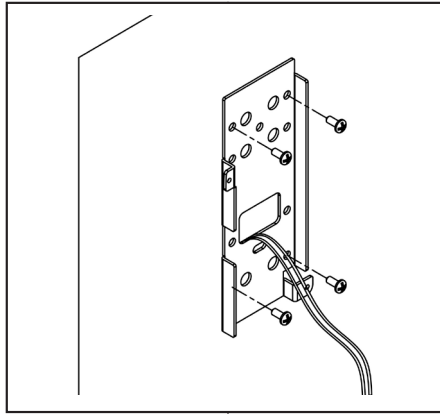

Fig. 4
- Fissare l'unità rilevatore ad innesto (vedi fig. 6) sulla staffa ed avvitare le due viti **A** (fig. 2), avendo cura di passare il cavo dei collegamenti come riportato nelle fig. 4 e 5.
- Screw up the detector (see fig. 6) on the support using the 2 provided screws **A** (fig. 2) passing through the connection cable as shown in the figures 4 and 5.